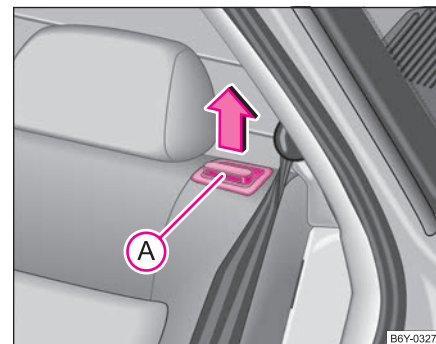

Fig. 52 Desasegurar los respaldos
- Tire del botón de desbloqueo (A) y abata el respaldo del asiento trasero hacia delante ⇒ página 75, fig. 52.
- Asegurese de que la parte roja del botón de seguridad (A) no se pueda ver ⇒ página 75, fig. 52.
El asiento trasero está equipado con una señalización del seguro del respaldo. Al desbloquear el respaldo de asiento trasero sale de ella un botón de seguridad (A) ⇒ página 75, fig. 52 con una superficie roja. Si ha enclavado debidamente el respaldo del asiento trasero, se introducirá botón de seguridad en el respaldo del asiento trasero y ya no se verá más.